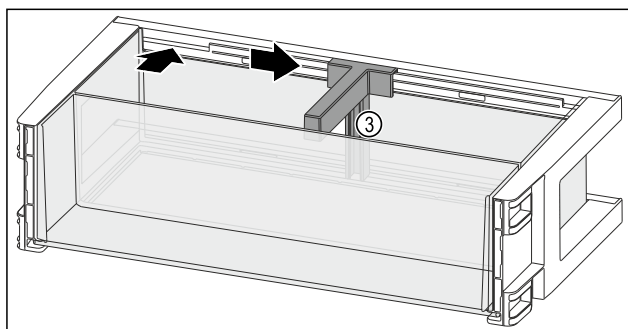

Fig. 136
- Flaschenhalter Fig. 136 (3) in die Aussparung einsetzen.
- Flaschenhalter Fig. 136 (3) in gewünschte Position zur Seite schieben.